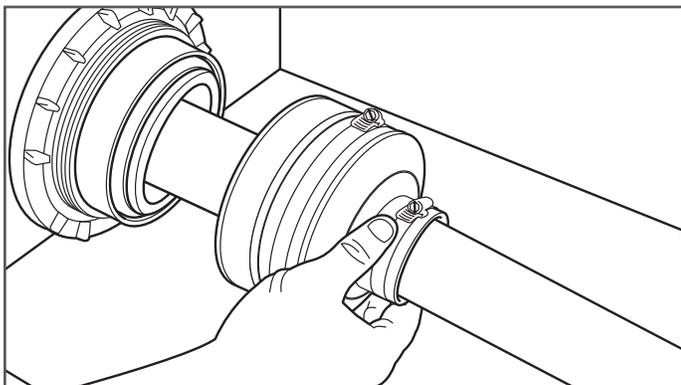
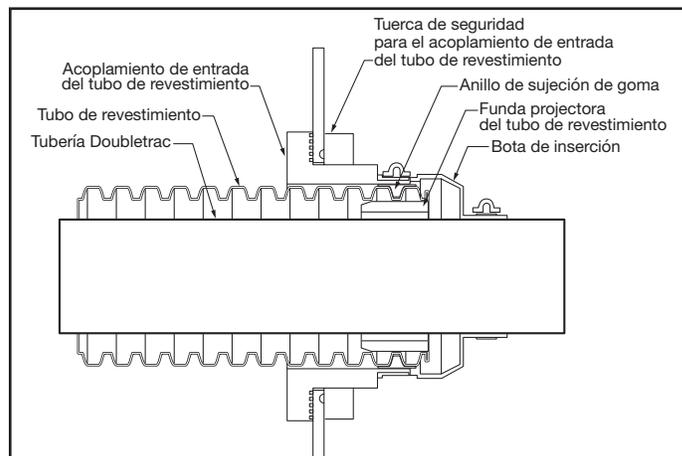

Figura 22-11
Figura 22-14
9. Asegúrese de que el anillo de sujeción de goma esté alineado debajo del anillo de sujeción de la bota de inserción de acuerdo con el plano transversal del tubo de revestimiento ensamblado. (Figura 22-14) Deslice la bota de inserción sobre la tubería DoubleTrac® y asegúrese de que la bota de inserción llegue hasta la punta de goma del acoplamiento de entrada. (Figura 22-11).
Plano transversal del tubo Chase montado (Figura 22-14):